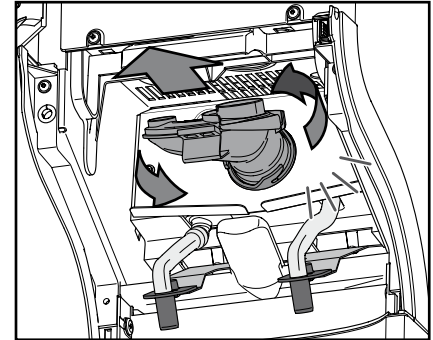

Fig. 28
- d. Drej blandeskålen imod urets retning for at udløse den, og tag den ud med tætningsringen (fig. 28).